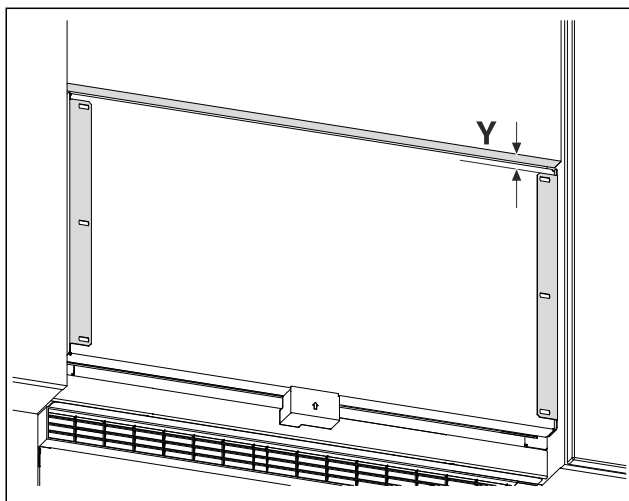

Fig. 24 Ilustrační zobrazení
- Změřte vzdálenost Fig. 24 (Y) od spodní hrany nábytkových dvířek k přídržnému úhelníku.